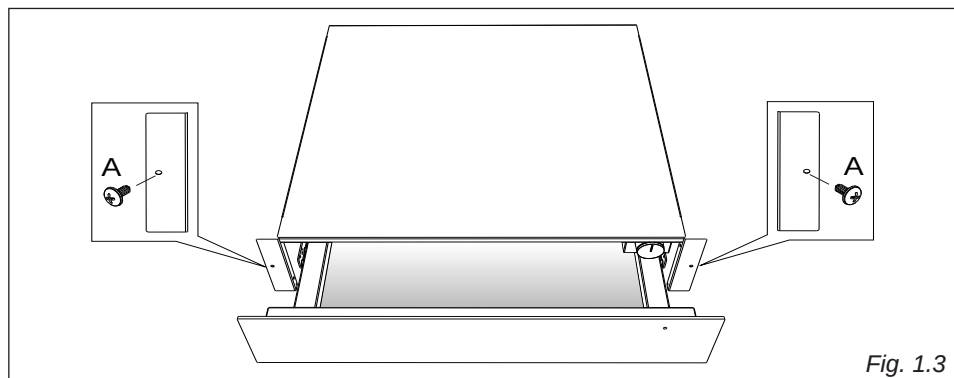

Fig. 1.3
- Aprire il cassetto e fissarlo ai lati del mobile avvitando le due viti (non in dotazione) "A" (fig. 1.3).